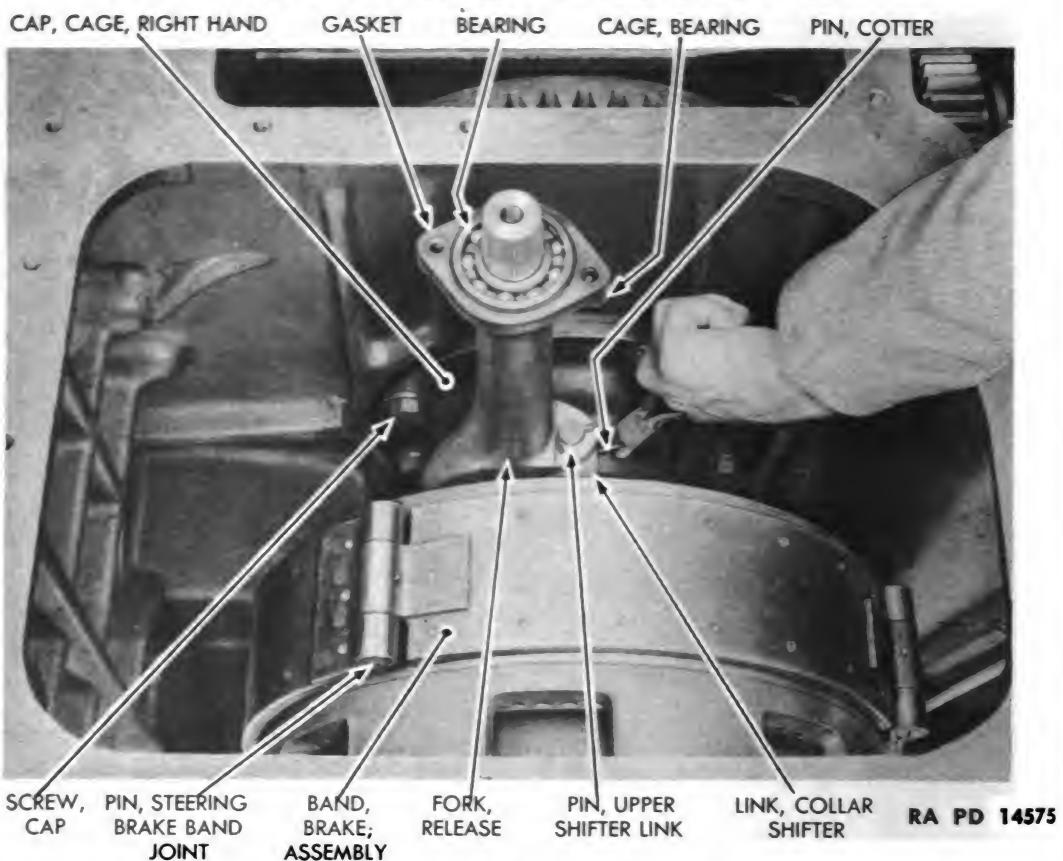

Figure 94 – Release Fork Removal
(11) REMOVE RELEASE FORK (fig. 94).
(12) REMOVE TOP STEERING BRAKE BAND JOINT PIN FROM BRAKE BAND ASSEMBLY (fig. 94).
(13) DISCONNECT RIGHT DRIVE BEVEL GEAR BEARING CAGE CAP FROM DRIVE BEVEL GEAR BEARING CAGE AND MAIN FRAME (fig. 94).